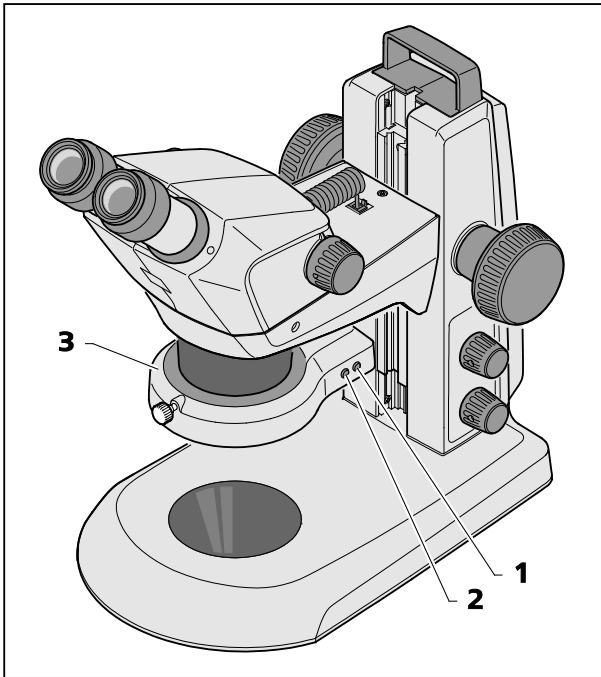

图23 环状光源
- 依次按下前端按钮(图23/2)可以在四种不同的环状光源 (图23/3)照射状态中切换：
- 单击后侧按钮（图23/1），所设部位将以顺时针方向每次转动四分之一圈。
- 长按至少 2 秒后侧按钮（图23/1），所设部位将持续旋转（每一步 1/8 圈，每转一次 1 秒）。
- 再点击一次后侧按钮（图23/1）转动将停止，观察对象再次从后面发光。